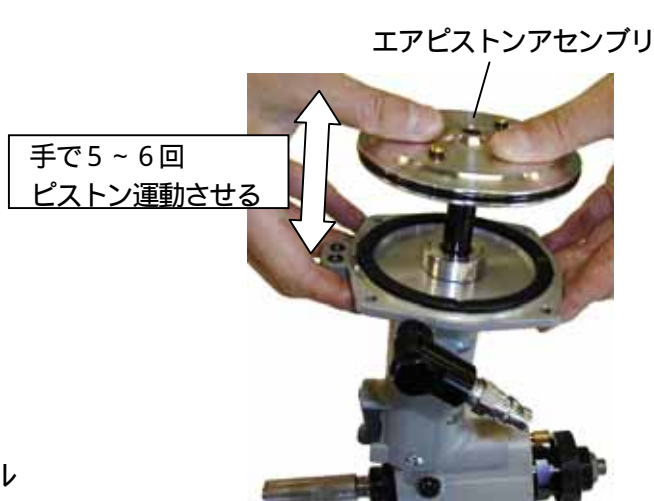

図 7 - 7
- (8) ・ ノーズハウジング内に付属のオイルリプレースワッシャを入れます。(図 7 - 8)